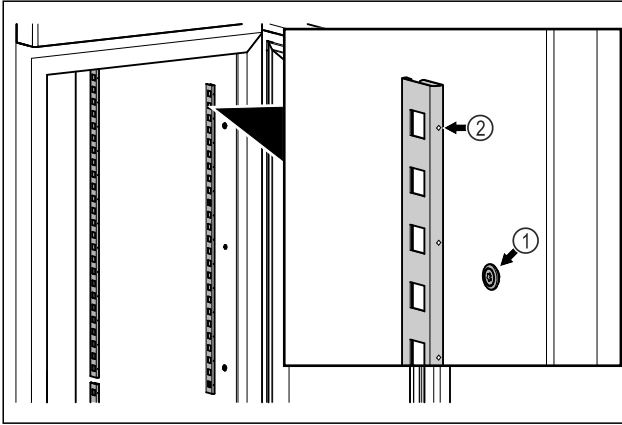

Fig. 48 Esimerkkikuva
- Kiinnitä pidikekiskot Fig. 48 (1) ripustimeen. Merkinän Fig. 48 (2) on osoitettava eteenpäin.